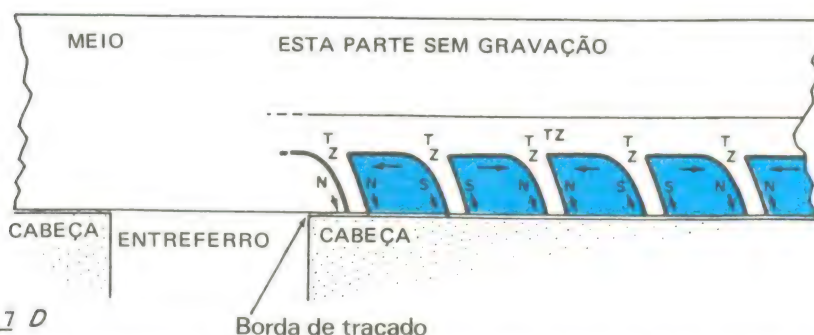

FIGURA 7 D
FIGURA 7: (A) Entreferro da cabeça de reprodução, em contato com meio de gravação magnetizado ideal. (B) Entreferro da cabeça de reprodução, exibindo duas transições máximas do fluxo de saída. (C) O mesmo que (B), mas com as transições de fluxo muito próximas entre si. (D) o mesmo que (C), exceto que a potência de gravação foi reduzida para aliviar os efeitos da densidade elevada. As setas indicam o sentido de magnetização, N: polos orientados para o norte; S: polos orientados para o Sul; T Z: zona de transição.